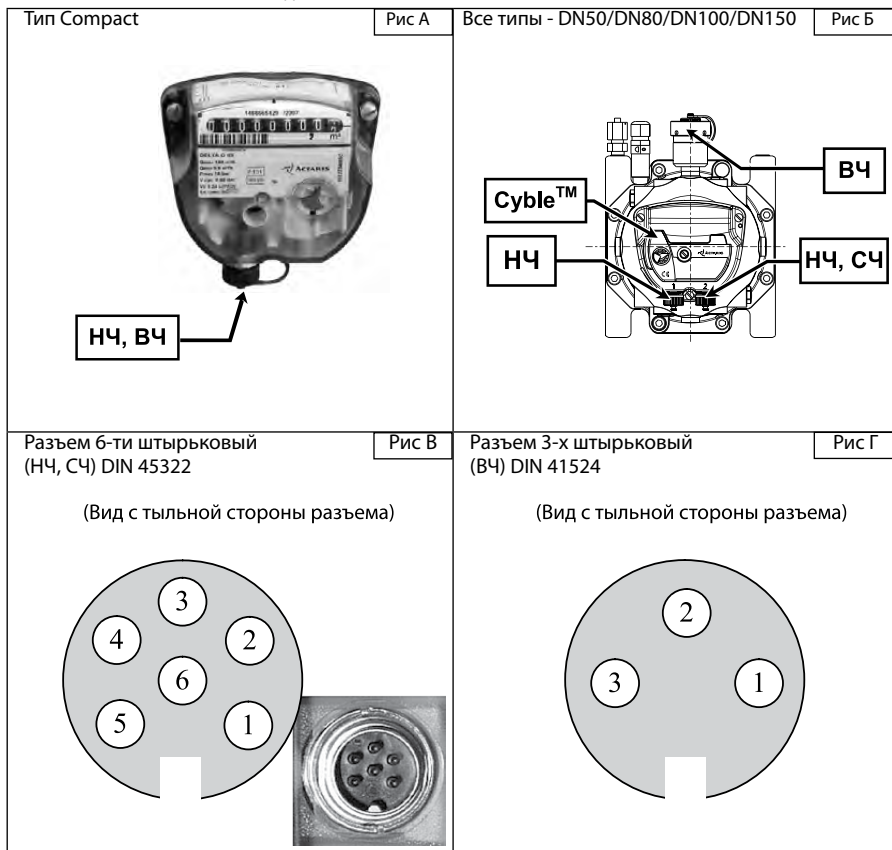

Рисунок 14. Расположение датчиков и вид разъемов
4.6.3 Для подключения датчиков импульсов НЧ и датчика НД используется 6-ти штырьковый разъем (рис. 14 В).
4.6.5 Для подключения датчиков импульсов ВЧ используется отдельный 3-х штырьковый разъем для всех видов счетчиков кроме Comract (см. Рис. 14 Г). В счетчика типа Comract при установке датчика импульсов ВЧ, его контакты выводятся на общий 6-ти штырьковый разъем. При этом необходимо отключить датчик НД.